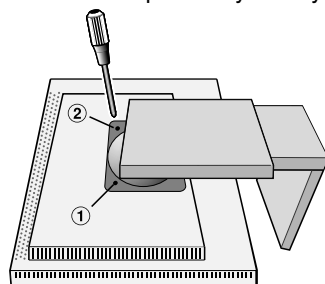

Rysunek S.1
3. Połóż monitor ekranem w dół na miękkiej powierzchni. (Połóż ekran na platformie o grubości 33 mm tak, aby podstawa była równoległa do powierzchni) (**Rysunek S.1**).